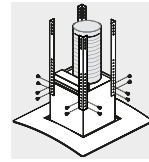

Figura 5
- Instale y asegure los 4 soportes de ajuste de altura al chasis de la campana, usando 16 tornillos M4X8. Estos soportes están diseñados para ubicar la campana a la altura requerida. (Ver Figura 5)